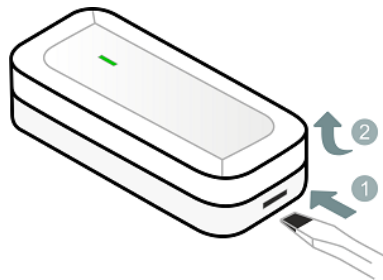

Рисунок 7.1 – Вскрытие корпуса датчика
- 1) Вскройте корпус датчика: при помощи плоской отвертки нажмите на одну из защелок и, не отпуская защелку, потяните крышку корпуса вверх (см. рисунок 7.1).
- 1) Вскройте корпус датчика, если он был закрыт (см. рисунок 7.1).
2. Вскройте корпус датчика, если он был закрыт (см. рисунок 7.1).
2. С помощью индикации на датчике. Для этого вскройте корпус датчика (см. рисунок 7.1) и дважды нажмите на кнопку тампера (8, рисунок 2.1). Посмотрите на индикатор датчика. Соответствие уровня связи и индикации представлено в таблице 10.1.